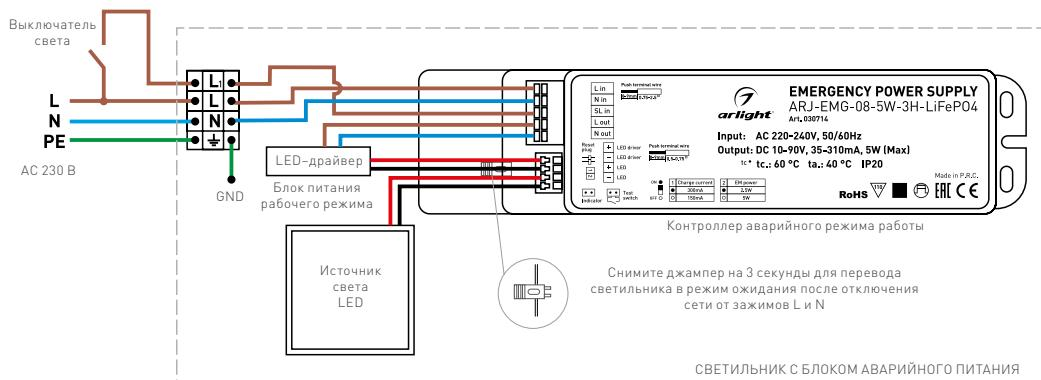

Рис. 5. Электрическая схема подключения моделей с БАП 030714
Подключите провода сетевого питания к зажимам клеммной колодки светильника (см. рис. 5):
**При транспортировке, хранении или длительном периоде бездействия необходимо перевести светильник в режим ожидания. Для этого необходимо отключить на контроллере специальный джампер на 3 секунды и включить его обратно (джампер расположен под синей крышкой контроллера, см. рис. 5). Эта операция переведет контроллер в режим ожидания. Светильник автоматически перейдет в дежурный режим после подключения к сети.**